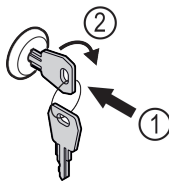

Fig. 180
- ▶ Dugja be a kulcsot. Fig. 180 (1)
- ▶ Forgassa el a kulcsot 90°-kal az óramutató járásával megegyező irányba. Fig. 180 (2)